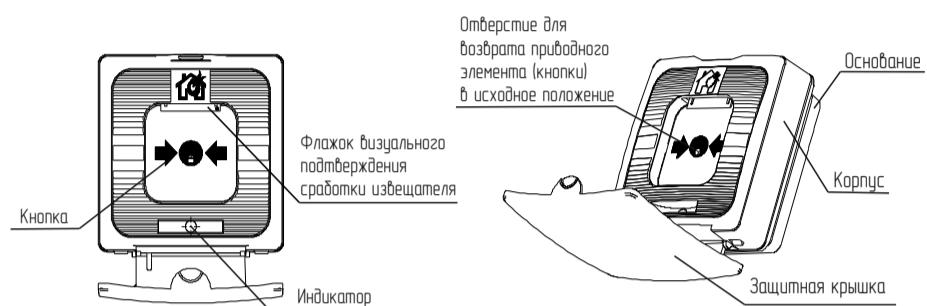

Рисунок 1
5.1 ИПР представляют собой устройства, формирующие сообщение «Пожар» при нажатии на кнопку. При этом формируется сообщение в виде скачкообразного уменьшения сопротивления в ШС до величины не более 500 Ом, сопровождающееся включением оптического индикатора и выпадением цветного флагка (Рисунок 1).
Выпадающий цветной флагок является визуальным подтверждением нажатого состояния кнопки ИПР (Рисунок 1). При возврате кнопки в исходное положение флагок занимает начальную позицию.